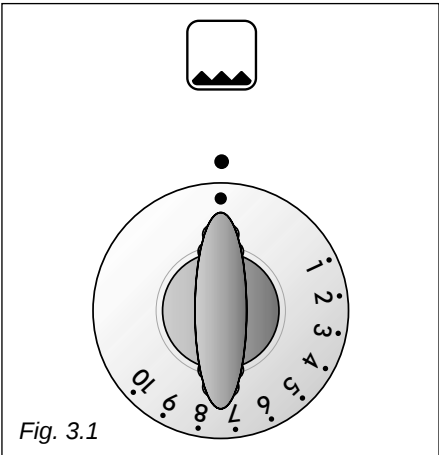
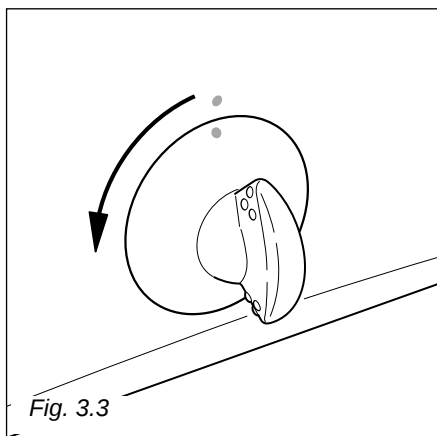

Fig. 3.1
Fig. 3.3
Os números de 1 a 10, que estão gravados na virola do manípulo do termostato “gás” (fig. 3.1), indicam de maneira crescente o valor da temperatura do forno como está mencionado na tabela ao pé.
- 3 – Pressione bastante o manípulo do termóstato do gás (fig. 3.1) e mantendo-o sempre pressionado rode-o no sentido anti-horário cerca de 90° (fig. 3.3).
- 5 – Regule o manípulo do termóstato do gás (fig. 3.1) na temperatura desejada.